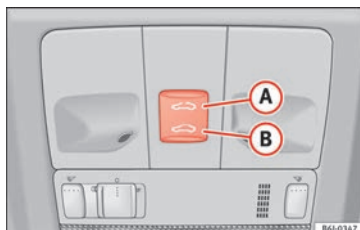

Abb. 8 Im Dachhimmel: Bedienelemente für Panorama-Schiebedach.
- Öffnen: Schalter » **Abb. 8 A** einmal drücken. Schalter gedrückt halten bis das Schiebedach die gewünschte Position erreicht hat.
- Schließen: Schalter » **Abb. 8 B** einmal drücken. Schalter gedrückt halten bis das Schiebedach die gewünschte Position erreicht hat.